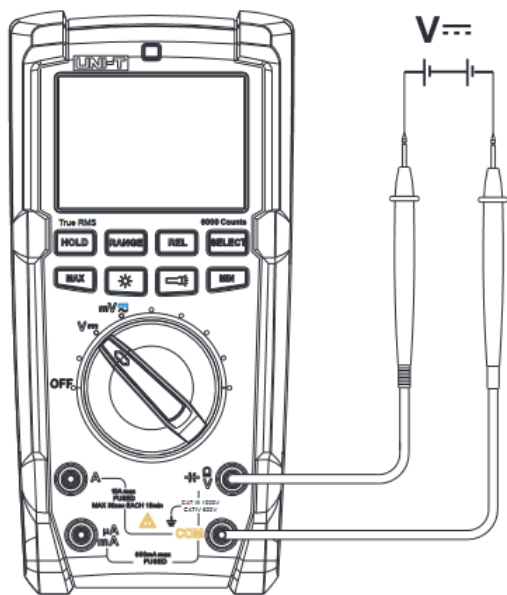

Рисунок 4
9.2. Измерение постоянного напряжения (см. рисунок 4)